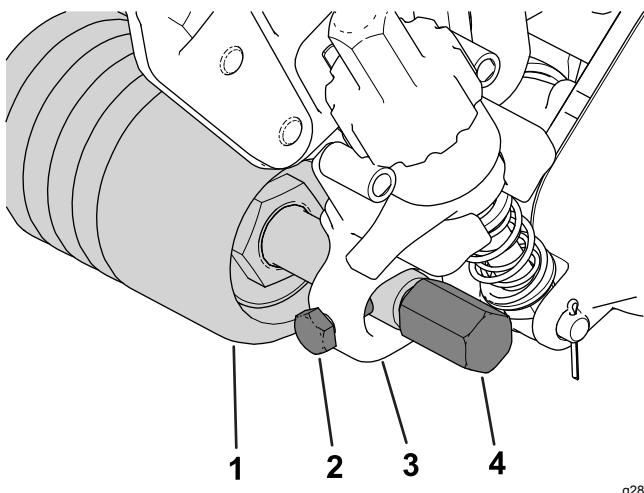
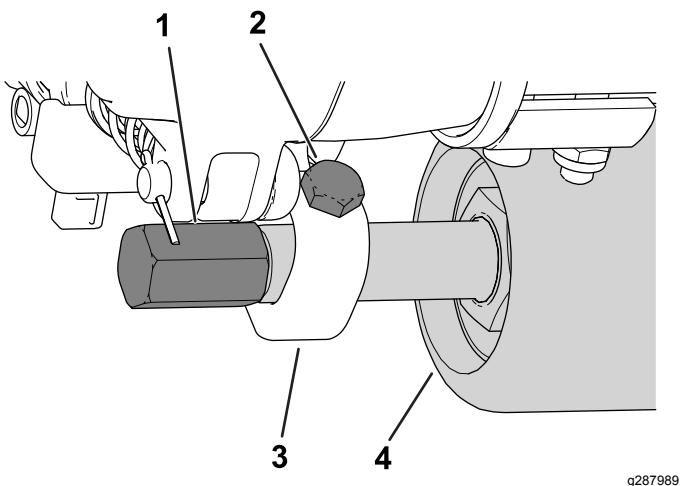

Рисунок 14
Рисунок 15
5. Вставьте и отцентрируйте вал валика между кронштейнами высоты скашивания (НОС) и закрепите его с помощью 2 крепежных винтов (Рисунок 14 или Рисунок 15).
Крепежные винты можно установить на передней стороне (как показано на Рисунок 14) или задней стороне (Рисунок 15) кронштейнов НОС. При установке винтов на передней стороне между щеткой и валиком будет зазор; при установке их на задней стороне щетка будет соприкасаться с валиком.
6. Установите ограничители механической щетки с обеих сторон вала валика (Рисунок 14).